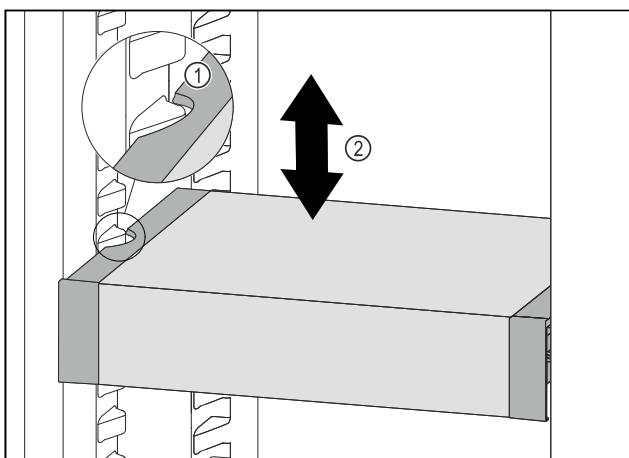

Fig. 67
- Predal VarioSafe povlecite v smeri naprej, dokler nista stranska izreza predala VarioSafe na višini nastavka za posodo v hladilniku. Fig. 67 (1)
- Predal VarioSafe premikajte v hladilniku gor ali dol, dokler ne dosežete želeno višino. Fig. 67 (2)